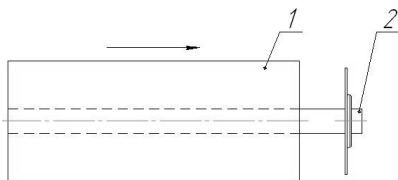

Рис. 4
2.5.5 На ось 2 надеть рулон термобумаги 1 (рис. 4)